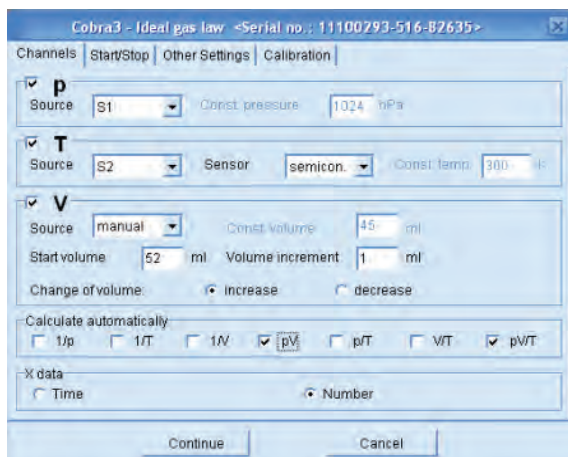

Fig. 2
- **Channels** ( pentru volum se trece valoarea 52 și se crește cu 1 ml – fig. 2);